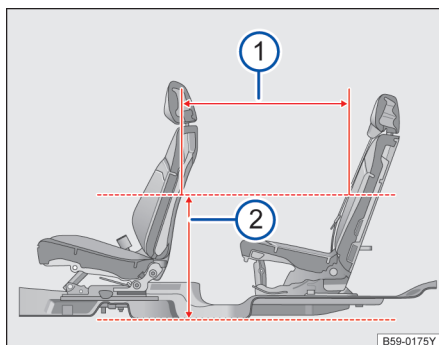
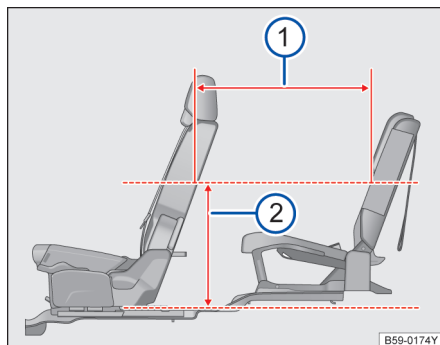

图 97 前排座椅和第二排座椅的座间距
图 98 第二排座椅和第三排座椅的座间距
当前排座椅前后位置：座椅最后往前滑动 127mm，高度及靠背角都处于设计位置；第二排与第三排座椅位于设计位置时，在距离地板位置 500mm 处→图 97②，第一排及第二排座椅座间距为 888mm→图 97①；在距离第二排座椅下方地板 500mm 处→图 98②，第二排及第三排座椅座间距为 738mm→图 98①。